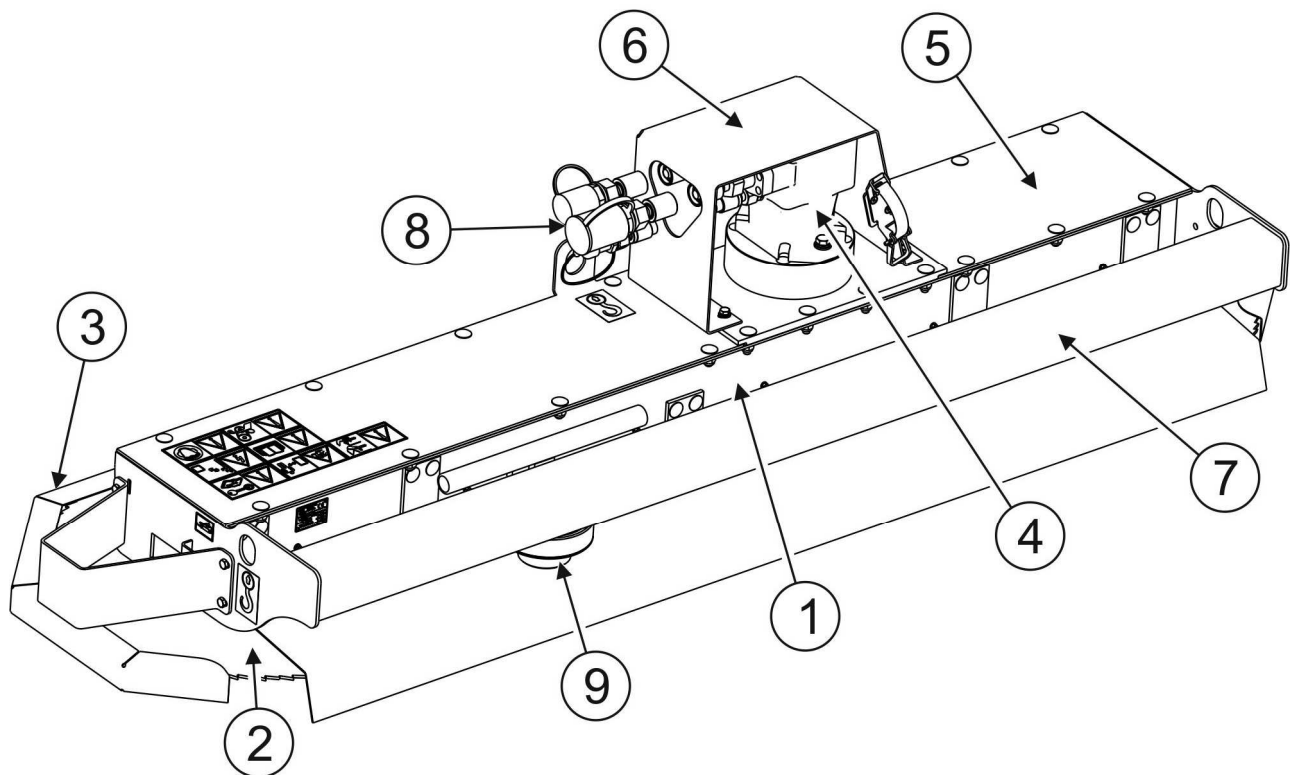

Abb. 3.2 ALLGEMEINER AUFBAU
(1) - Gehäuse der Astsäge; (2) - Kreissäge; (3) - Transportabdeckung; (4) - Hydraulikmotor; (5) - Abdeckung; (6) - Abdeckung des Hydraulikmotors; (7) - Tragbalken; (8) - Hydraulikleitungen; (9) - Satz Spezialschlüssel.
Die Astsäge setzt sich zusammen aus dem Gehäuse (1) (ABBILDUNG 3.2), an dem sich der Tragbalken (7) befindet, der den Anbau der Astsäge an den Multifunktionsausleger WWP600, WWP500, WWP500U oder WWP500UH ermöglicht.